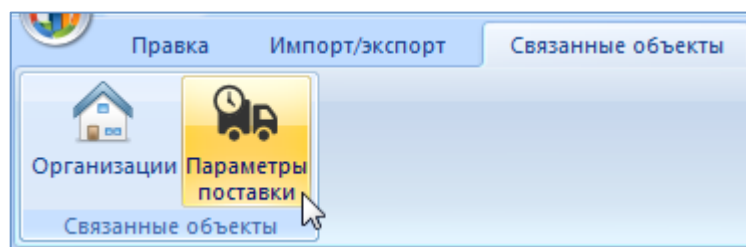

Рис. 9-86 – Вкладка «Связанные объекты»
- 3) Нажать кнопку «Параметры поставки» панели «Связанные объекты» (рис. 9-86).